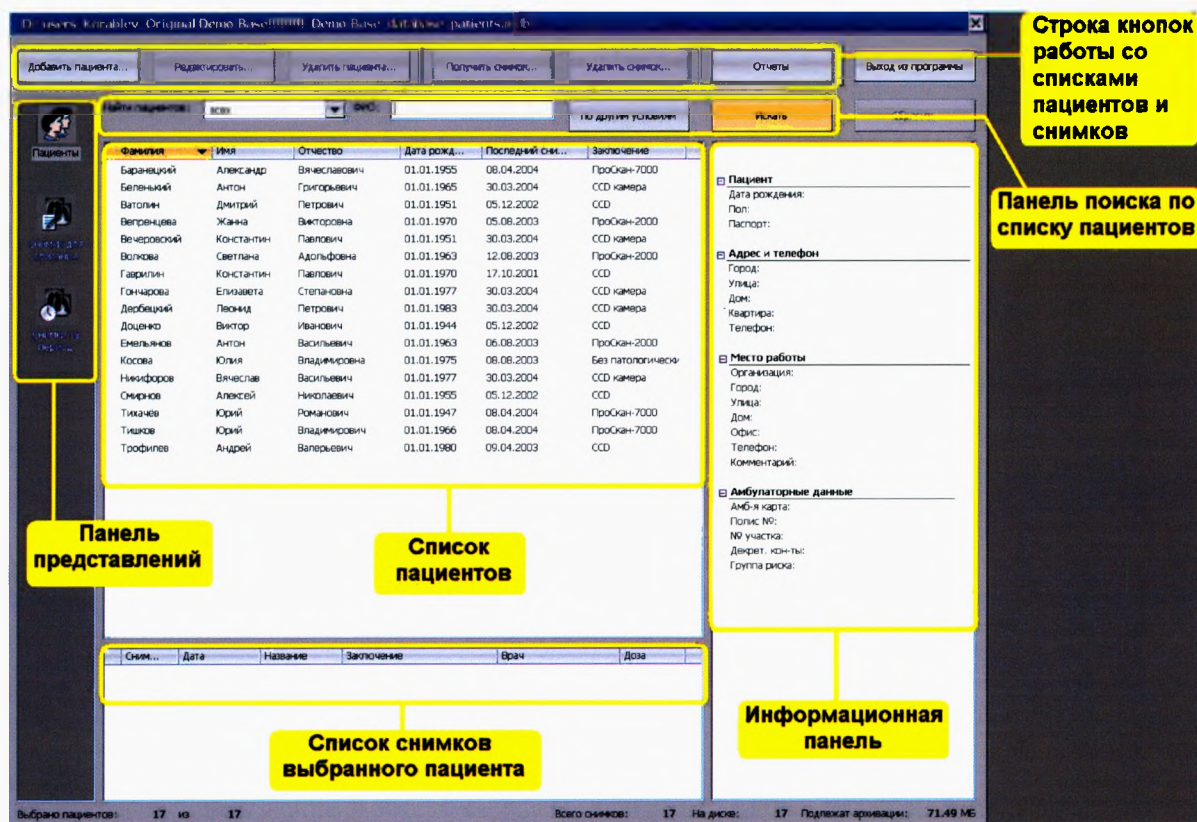

Рисунок 11 - Диалог работы с базой данных пациентов
6.7 После запуска программы на экране монитора АРМ1 откроется диалог работы с базой данных пациентов (рис.11), где можно найти или добавить нового пациента.
Чтобы добавить в базу данных запись о новом пациенте, нажать на кнопку «Добавить пациента», расположенную в верхней части окна (рис.11).
Чтобы вернуться к полному списку пациентов, надо нажать кнопку «Сбросить» или «Искать», расположенные в правом верхнем углу окна работы с базой данных (рис. 11).
При этом появится окно работы с базой данных (рис.11).
6.9 Чтобы завершить работу с программой «ПроГраф», нужно нажать на кнопку **«Выход из программы»** в окне работы с базой данных (рис.11) или в меню главного окна **«Файл»** выбрать команду **«Выход»**.